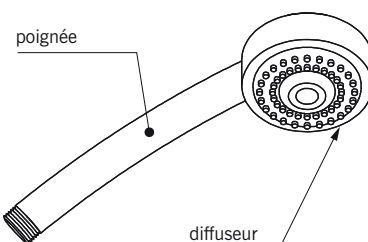
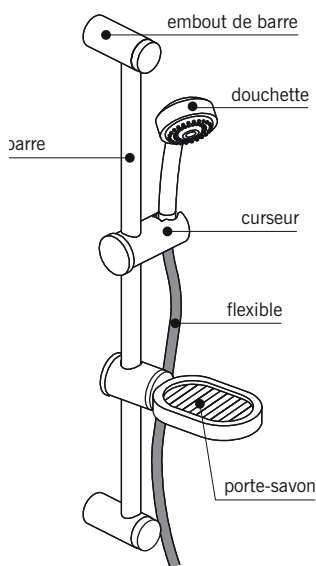
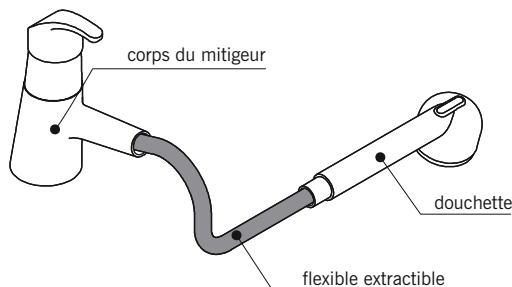

fig. 14.43
fig. 14.44
fig. 14.45
■ La **douchette** (fig. 14.43) : pomme de douche munie d'une poignée et reliée par un flexible au mitigeur ou au mélangeur. Il existe des douchettes qui permettent plusieurs types de jets (diffus, concentré...). Certaines sont équipées d'un système anti-tartre et d'un bouton économiseur d'eau. L'**ensemble de douche** comprend une barre verticale qui permet, à l'aide d'un curseur, de positionner la douchette à la hauteur voulue (fig. 14.44). Certains modèles de mitigeurs d'évier ou de salle de bains disposent d'une douchette reliée à un flexible rétractable (fig. 14.45).